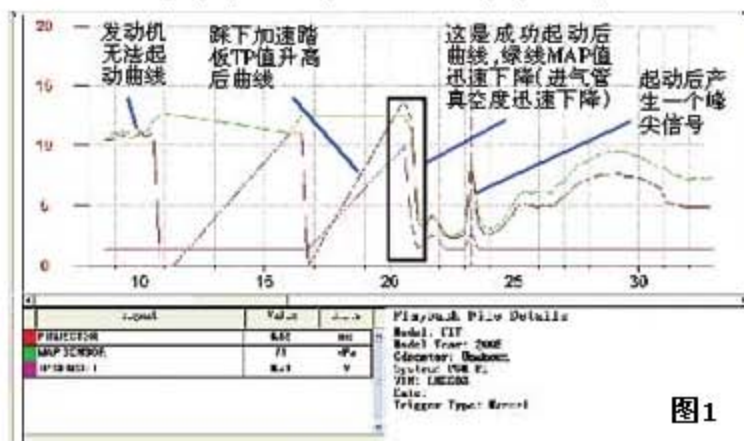

图1
- 4). 在试图起动的过程中，采集 1 组发动机起动过程曲线图，见(图 1)所示。从图中可以看到不踩加速踏板即怠速时发动机无法起动的波形，进气管真空度无法形成，喷油量过多，混合气过浓处于燃烧上限，无法点燃气缸混合气，所以无法起动；当踩下加速踏板时，空气进入量增加，混合气变稀，加上节气门位置在中等负荷以上，因此发动机能勉强起动。起动后，节气门位置传感器 TP 在 0.71 V(轻点油门踏板)时，进气压力传感器有一个小的尖峰波形。在时间轴上可以看到，MAP 值在 71 kPa(气缸窜气已相当严重)，对应的喷油时间为 8.56 ms，在这一瞬间发动机工作极不稳定。